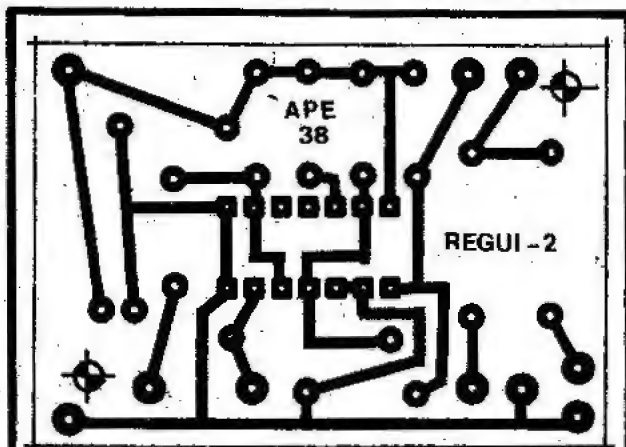

Fig.2
- FIG. 2 - LAY OUT DO CIRCUITO IMPRESSO ESPECÍFICO - Simples e "desafogada", a plaquinha pode ter seu desenho básico reproduzido com facilidade, mesmo por Leitores que ainda não tenham muita prática na confecção de Impressos. Como o lay out está em escala 1:1, o padrão pode ser "carbonado" diretamente, sem problemas... Pedimos um pouco de cuidado extra quanto as ilhas destinadas aos pinos do Integrado, que são pequenas e muito juntinhas (qualquer "cagadinha" de desenho ou de corrosão, pode ocasionar problemas de "curtos" ou falhas no cobre). De qualquer maneira, é de bom alvitre (nova essa, hein...?) conferir tudo, ao final, com extrema atenção, corrigindo eventuais erros antes de iniciar as soldagens... Uma atenta leitura às INSTRUÇÕES GERAIS PARA AS MONTAGENS (nas primeiras páginas da Revista) é - como sempre - recomendável, princi-